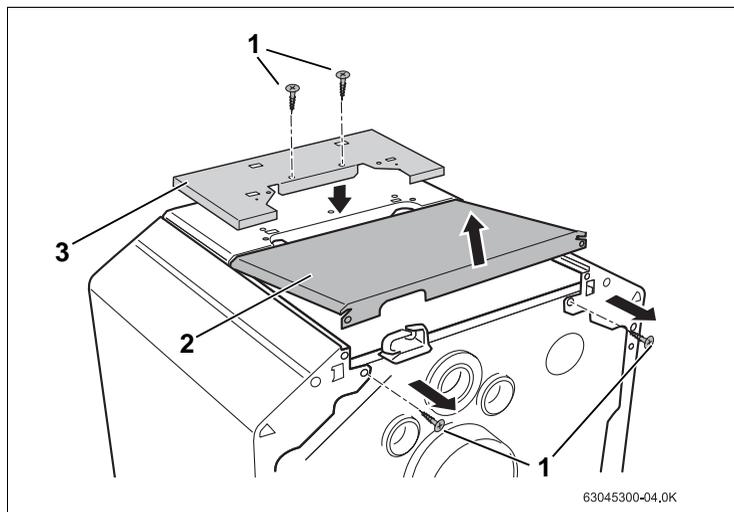

Fig. 7 Rimozione della copertura posteriore della caldaia/Montaggio della lamiera di adattamento
- Sollevare leggermente la copertura posteriore della caldaia (fig. 7, **pos. 2**) e rimuoverla tirando verso il dietro.
- Con due viti di fissaggio montare a livello sulla parte posteriore della copertura anteriore della caldaia la lamiera di adattamento (fig. 7, **pos. 3**) per il modulo bruciatore esterno BRM10.